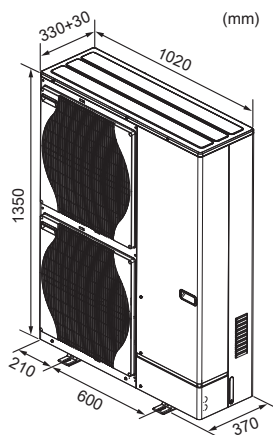

Fig. 2-2
2.2. Buitenafmetingen (Buitenapparaat) (Fig. 2-2)